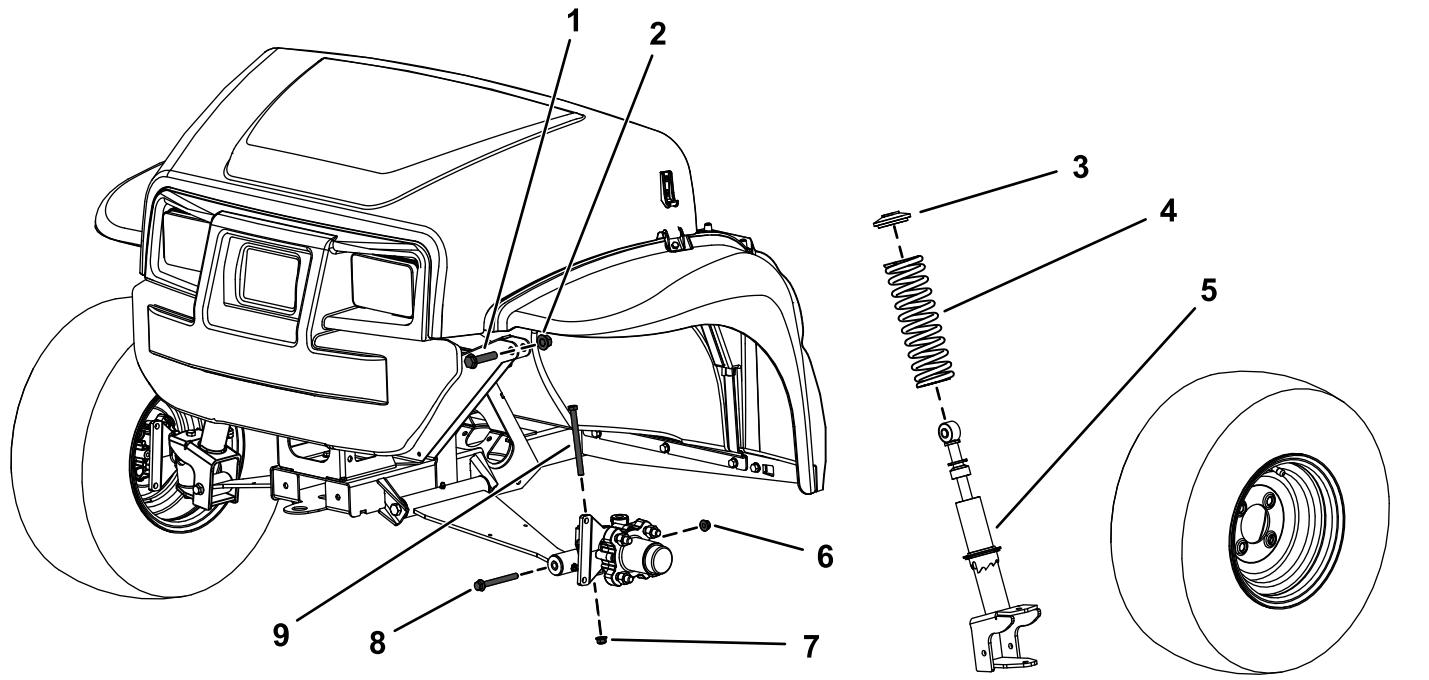

Figura 1
3. Retire el perno de cabeza hexagonal ($\frac{3}{8}$ " x $4\frac{3}{4}$ ") y la tuerca con arandela prensada ($\frac{3}{8}$ ") de la mangueta (Figura 1).
4. Retire el perno de cabeza hexagonal ($\frac{3}{8}$ " x $3\frac{1}{2}$ ") y la tuerca con arandela prensada ($\frac{3}{8}$ ") del brazo de control (Figura 1).
5. Retire el perno de cabeza hexagonal ($\frac{1}{2}$ " x $2\frac{1}{4}$ ") y la contratuerca ($\frac{1}{2}$ ") que fijan el conjunto del montante al bastidor superior (Figura 1).
6. Retire el conjunto del montante (Figura 1).
3. Retire el muelle del conjunto del montante (Figura 1).
4. Instale el nuevo muelle sobre el conjunto de montante existente (Figura 1).
2. Sujete la parte superior del conjunto del montante al bastidor con el perno de cabeza hexagonal superior ($\frac{1}{2}$ " x $2\frac{1}{4}$ ") y una contratuerca ($\frac{1}{2}$ "), como se muestra en la Figura 1.
4. Instale el perno de cabeza hexagonal ($\frac{3}{8}$ " x $4\frac{3}{4}$ ") y la tuerca con arandela prensada ($\frac{3}{8}$ ") en la mangueta (Figura 1).
6. Sujete la parte inferior del conjunto del montante al brazo de control con el perno de cabeza hexagonal ($\frac{3}{8}$ " x $3\frac{1}{2}$ ") y la contratuerca ($\frac{3}{8}$ "), como se muestra en la Figura 1.